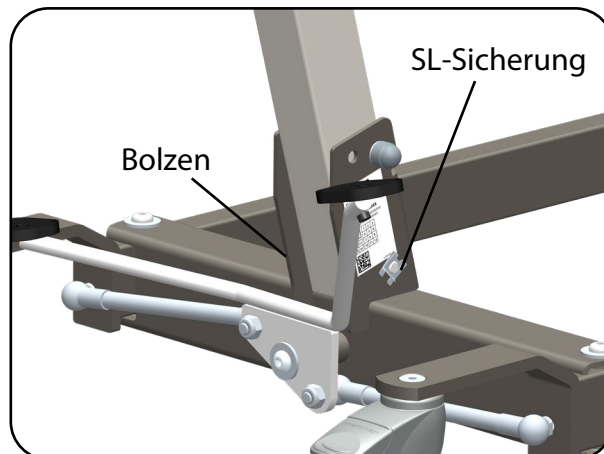
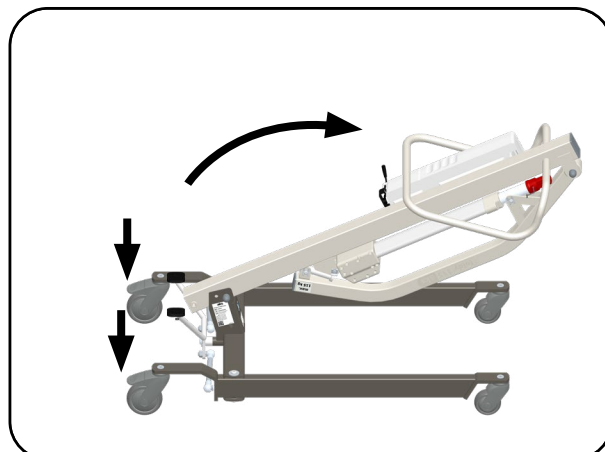

Abb.13.2.02 – Standmastaufnahme
Abb.13.2.03 – Standmast zusammenklappen
1. Bremsen Sie die beiden hinteren Laufrollen an der Bedienerseite, durch Betätigung des Tritthebels (Abb. 13.2.03); siehe Kapitel Bedienung Abschnitt **Laufrollen**.
3. Schwenken Sie zuerst den Hubantrieb und anschließend den Hebearm zum Standmast. Fixieren Sie den Hubantrieb und den Hebearm mit Kabelbinder oder Klettband am Standmast (Abb.13.2.03).
4. Entfernen Sie an der Standmastaufnahme den Bolzen mit der SL-Sicherung und klappen Sie den Standmast langsam und kontrolliert nach vorne (Abb.13.2.02 und Abb.13.2.03).